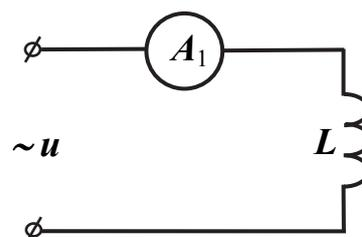

Рис. 21.1
1. Собрать электрическую схему (рис. 21.1). В схеме используется трансформатор с разъёмным магнитопроводом. Верхнюю часть сердечника нужно снять, а на оставшуюся часть сердечника поставить катушку на 100 витков. Подключить виртуальные приборы  $A_1$  и  $U_0$ . С генератора напряжений специальной формы подать на вход цепи синусоидальное напряжение с частотой 200 Гц.